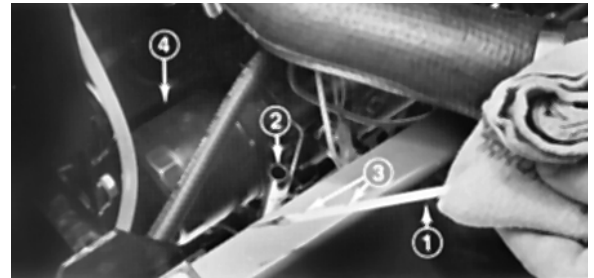
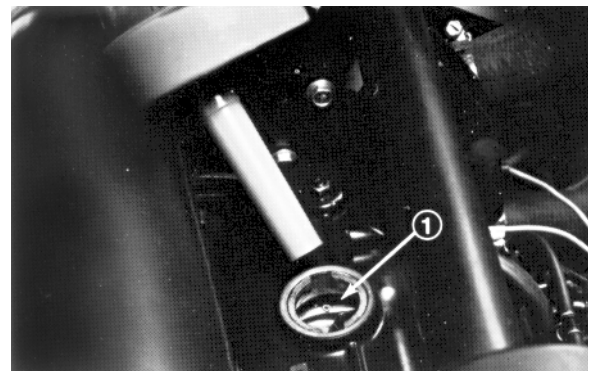

Bild 1
Bild 2
3. Den Ölmeßstab entfernen und mit einem sauberen Lappen abwischen (Bild 1). Den Ölmeßstab wieder ganz in das Ölrohr einstecken, bis der Stab anschlägt. Den Meßstab wieder entfernen und den Ölstand prüfen. Bei niedrigem Ölstand, den Ölfülldeckel entfernen (Bild 2) und ausreichend Öl nachfüllen, um den Ölstand bis zur oberen Auskerbung am Ölmeßstab anzuheben (Bild 1). NICHT ÜBERFÜLLEN!